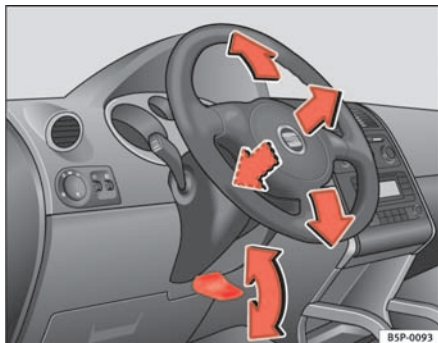

Fig. 89 Ajuste de la posición del volante
- Tire hacia abajo de la palanca ⇒ fig. 89 situada debajo de la columna de dirección ⇒ ⚠.